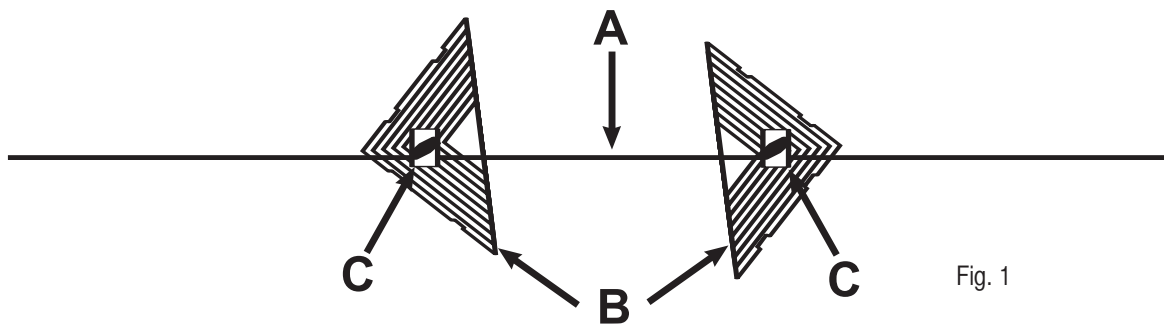

Fig. 1
**1. Outil de dimensionnement (Fig. 1)**
**1. Messwerkzeug (Abb. 1)**
**1. Attrezzo per dimensionare (Fig. 1)**
**1. Herramienta de medición (Fig. 1)**